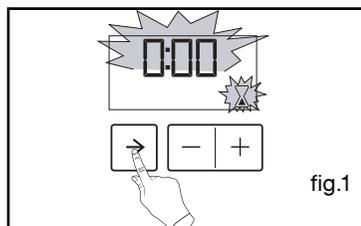

fig.1
- Appuyez sur la touche " → " (fig.1) jusqu'à faire clignoter le symbole minuterie